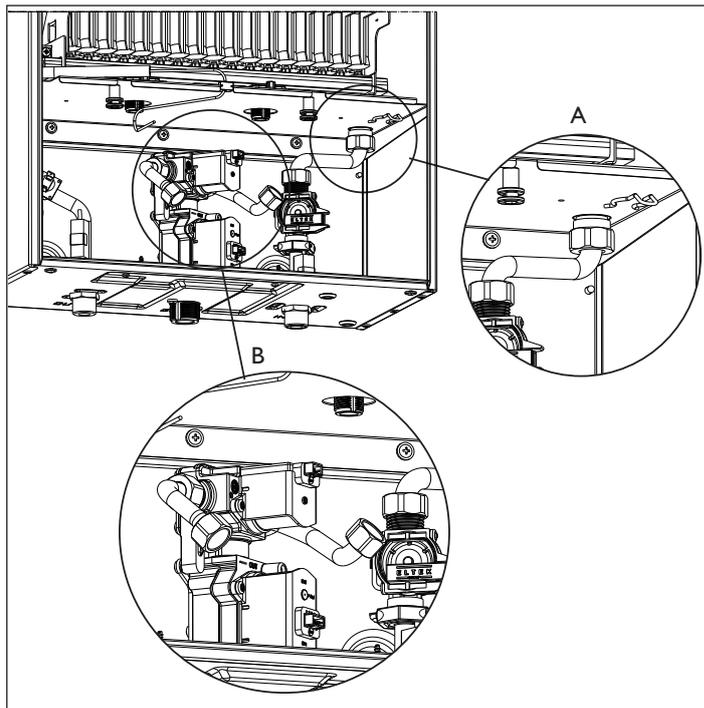

Fig. 13 - Smontaggio componenti
- Sfilare la molletta posizionata sulla rampa acqua fredda (particolare A fig. 13)
- Scollegare le rampe del gas e sfilarle (particolare B fig. 13)